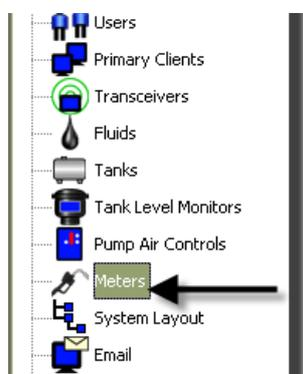

FIG. 118
1. Pour afficher l'écran principal de configuration des compteurs, sélectionnez "Meters" (Compteurs) dans la liste du panneau du système Matrix (FIG. 118).